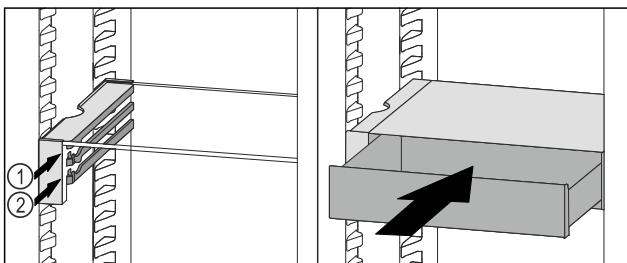

Fig. 85
- ▶ VarioSafe-lade achter de stoppers op de gewenste rib Fig. 85 (1) of Fig. 85 (2) plaatsen.